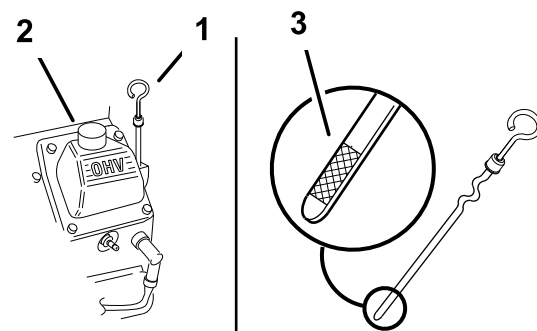

Figura 43
2. Limpie alrededor de la varilla de nivel de aceite (Figura 43) de forma que la suciedad no penetre por el orificio de llenado y cause daños en el motor.
3. Retire la varilla, límpiela, y vuelva a colocarla, asegurándose de que quede bien asentada (Figura 43).
4. Retire la varilla y compruebe el nivel de aceite. El nivel de aceite debe estar entre las marcas 'F' (lleno) y 'L' (bajo) de la varilla (Figura 43).
5. Si el nivel de aceite está por debajo de la marca 'L' (bajo), retire el tapón del tubo de llenado (Figura 43) y añada el aceite especificado hasta que el nivel llegue a la marca 'F' (lleno) de la varilla.